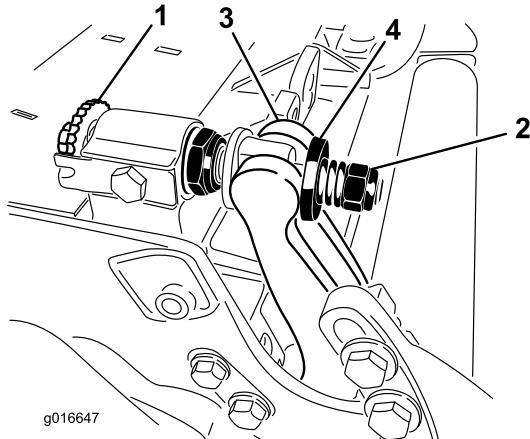

Figure 29
- Tournez les vis de réglage de la barre d'appui dans le sens antihoraire pour éloigner la contre-lame du cylindre (Figure 29).
- Faites sortir l'écrou de tension du ressort jusqu'à ce que la rondelle ne soit plus tendue contre la barre d'appui (Figure 29).